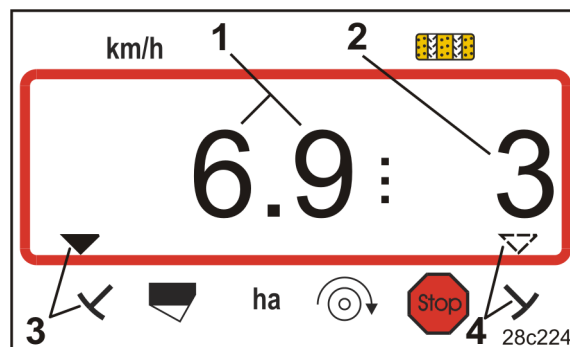

Рис. 26
→ Назад к индикации рабочего состояния (Рис. 26).
(Рис. 26).
- скорость движения (Рис. 26/1), например 6,9 км/ч
- положение переключения для счетчика технологических колес (Рис. 26/2), например, положение переключения 3
- левый маркер (Рис. 26/3) находится в рабочем положении
- правый маркер (Рис. 26/4) поднят